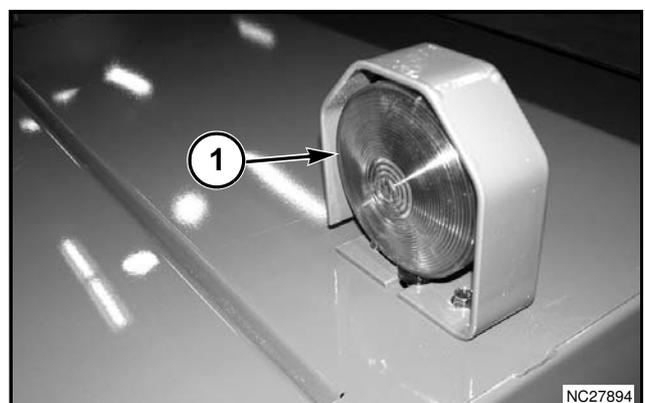

FIG. 13
FIG. 13: Afloje la tuerca de la luz de advertencia debajo del blindaje de transmisión. Gire la luz de advertencia (1) a la posición de uso en el campo. Ajuste la tuerca.